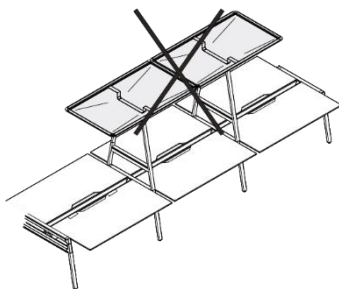

Figura 31 Baldaqín, montaje no admisible
- Dos baldaquines juntos sobre mesas con un ancho de 1400 mm (véase Figura 31).